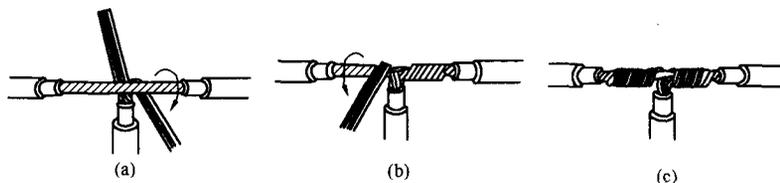

图 1-26 7 股铜芯线 T 型连接
(6) 7 股铜芯导线的 T 字分支连接。将分支芯线散开并拉直, 再把紧靠绝缘层  $1/8$  线段的芯线绞紧, 把剩余  $7/8$  的芯线分成两组, 一组 4 根, 另一组 3 根, 排齐。用旋凿把干线的芯线撬开分为两组, 再把支线中 4 根芯线的一组插入干线芯线中间, 而把 3 根芯线的一组放在干线芯线的前面, 如图 1-26 (a) 所示。把 3 根芯线的一组在干线右边按顺时针方向紧紧缠绕 3~4 圈, 并钳平线端; 把 4 根芯线的一组在干线芯线的左边按逆
时针方向缠绕 4~5 圈, 如图 1-26 (b) 所示。钳平线端, 如图 1-26 (c) 所示。